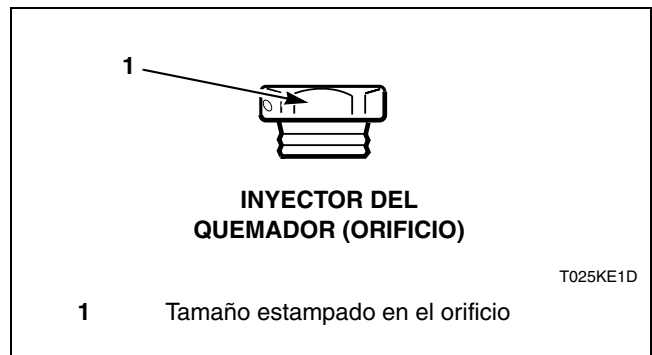

Figura 8
3. Instale los inyectores correctos nuevos (orificios). Consulte la *Figura 8*. Apriete cada uno a 9-10 Nm.